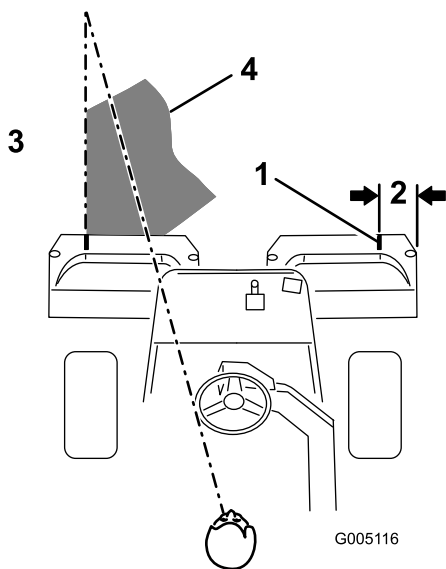

Рисунок 36
**Примечание:** Чтобы машина всегда двигалась по газону строго по прямой с сохранением интервалов от края предыдущей скошенной полосы, создайте воображаемый ориентир 1,8-3 м перед машиной на краю нескошенной части грина (**Рисунок 36**). Некоторым операторам удобно использовать как часть ориентира наружный край рулевого колеса, т.е. удерживать край рулевого колеса совмещенным с точкой, которая всегда находится на одном и том же расстоянии от переднего края машины.